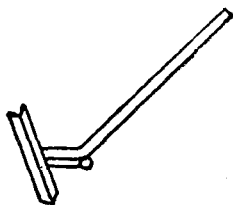

图 3-1-3
(1) 材料准备: 增强石膏板, 建筑石膏, SG791与SG792胶, 木砖(钢门框用)。
(2) 工具准备: 木楔, 宽口撬棍见图3-1-3, 木工锯, 山尖钻, 刷子, 开刀, 托板, 靠尺与线锤。